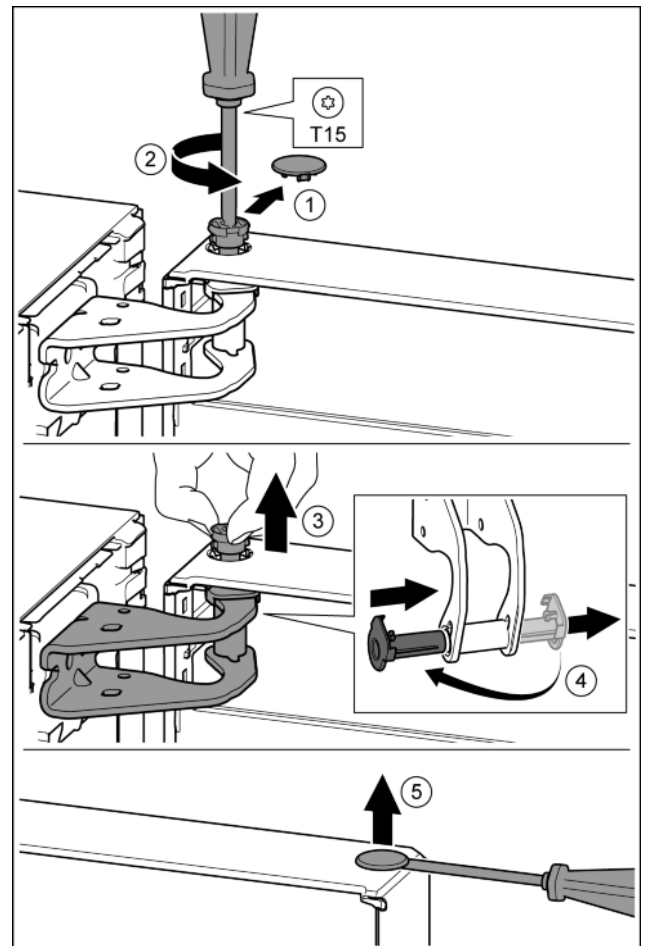

Fig. 10*
- ▶ Sicherungsabdeckung vorsichtig abziehen. Fig. 10 (1)
- ▶ Bolzen mit Schraubendreher T15 ein Stück herausdrehen. Fig. 10 (2)
- ▶ Tür festhalten und Bolzen mit den Fingern herausziehen. Fig. 10 (3)
- ▶ Lagerbuchse aus Führung ziehen. Von der anderen Seite einsetzen und einrasten. Fig. 10 (4)
- ▶ Stopfen aus der Tür Lagerbuchse vorsichtig mit einem Schlitzschraubendreher anheben und herausziehen. Fig. 10 (5)